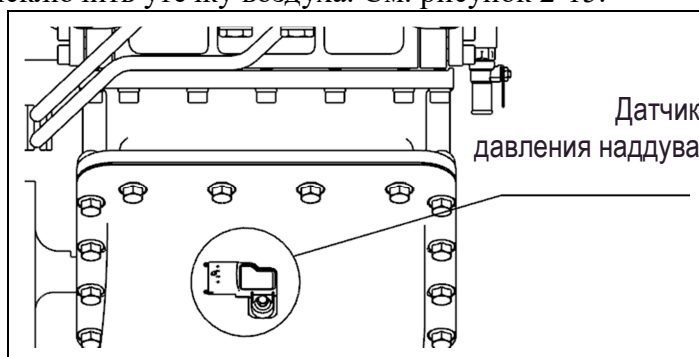

Рис. 2-15 Датчик давления наддува
(2) Датчик температуры и давления наддува. Датчик температуры давления наддува используется для измерения давления на впуске и температуры на впуске двигателя, для корректировки объема впрыска и времени впрыска, защиты от перегрева, давления на впуске и температуры на впуске вместе с расчетом объема впуска, интегрированного с температурой на впуске. При установке и снятии датчика температуры давления наддува будьте осторожны, чтобы не сломать напорный трубопровод датчика, и установите уплотнение на место, чтобы исключить утечку воздуха. См. рисунок 2-15.